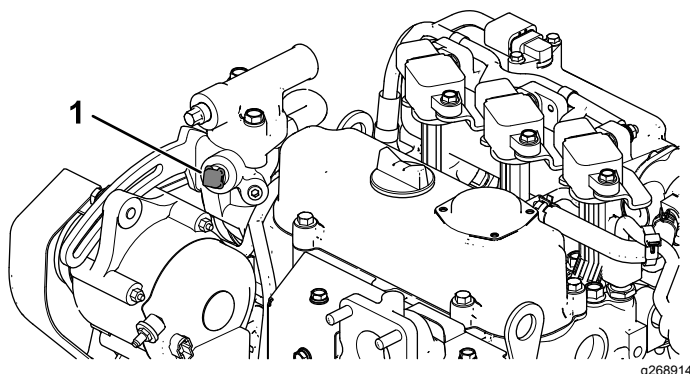

Bild 12
- A. Entfernen Sie den Stopfen im Thermostatgehäuse (Bild 12).